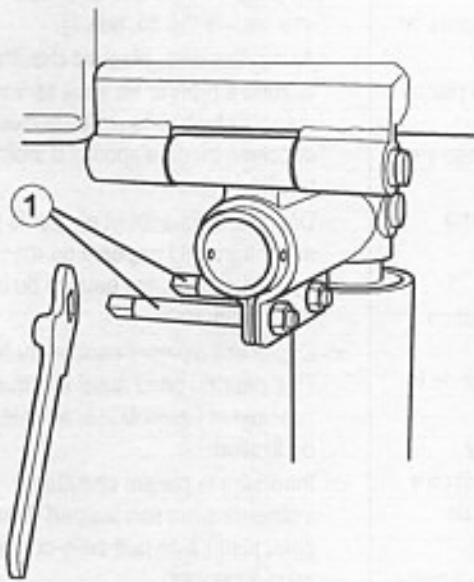

Bild 33 / Fig. 33
⇒ Slightly loosen the two clamping bolts (fig. 33, pos. 1) with the square wrench.
⇒ Desserrer légèrement les deux boulons de serrage (fig.33, pos.1) avec la clé à cliquet.
⇒ Beide Spannbolzen (Bild 33, Pos. 1) mittels Freilauf-Vierkantschlüssel etwas lösen.